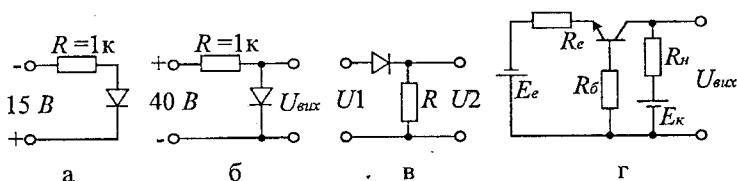

Рисунок 4.19
16. На рис. 4.19, а зображена діодна схема. Визначте напругу на діоді, вважаючи його параметри ідеальними.
17. Визначте вихідну напругу (напругу на діоді) в схемі на рис. 4.19, б при кімнатній температурі, якщо діод виготовлений з кремнію та має зворотний струм насичення $I_0 = 10 \text{ мкА}$.
18. На вхід схеми, яка зображена на рис. 4.19, в, подається напруга $U_1 = U_m \sin \omega t$. Амплітуда напруги складає 70 В , опір $R = 1 \text{ кОм}$. Визначте значення і форму вихідної напруги U_2 . Діод вважати ідеальним для сигналу з великою амплітудою ($R_{np} = 0$, $R_{zs} = \infty$).
19. У схемі, що наведена на рис. 4.19, г, $R_e = 2 \text{ кОм}$, $R_b = 50 \text{ кОм}$, $R_n = 5 \text{ кОм}$, $E_e = 6 \text{ В}$, $E_k = 20 \text{ В}$. Знайти вихідну напругу $U_{вих}$, якщо зворотний струм насичення переходу колектор — база $I_{кб0} \approx 0$, коефіцієнт передавання струму у схемі зі спільною базою $\alpha \approx 0,98$ ($\alpha = I_k / I_e$), $r_k \rightarrow \infty$.